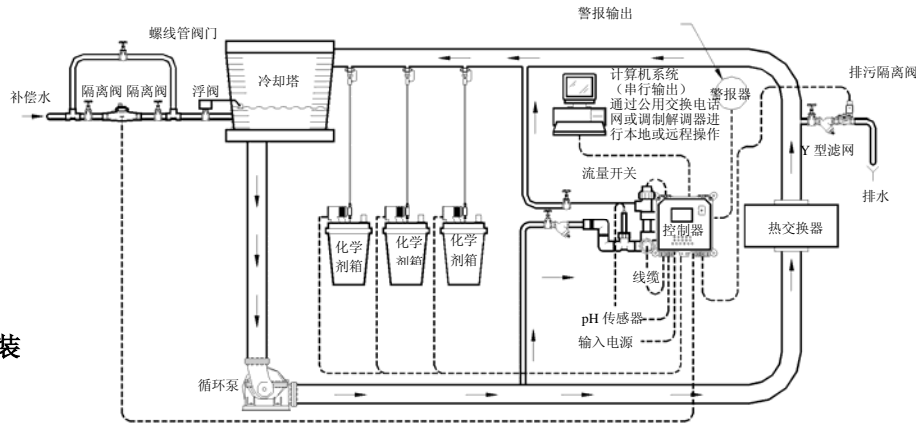

图 1 典型安装
1. 化学剂和水将在化学剂注入点处充分混合,传感器或取样流量装置应安装在化学剂注入点之前的某点。参见图 1。
5. 在流量装置的两端均应安装手动阀门,便于隔离或拆卸传感器和过滤网(参见图 1)。
控制器可参照安装图（参见图 1）。确保所有的装置和连接可靠。
8. 外部警报器: 如果控制器使用了警报继电器则需要此附件。(参见第 5 页图 1)